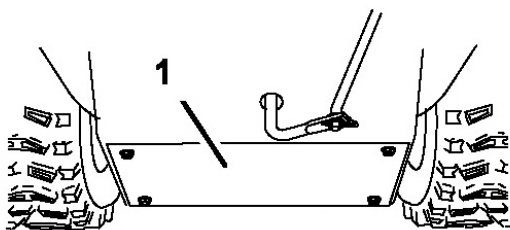

Рисунок 43.
3. Снимите заднюю крышку (Рис. 43).